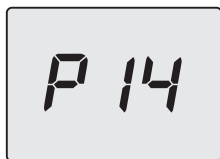

Figura 5.69
- Premere per 1 sec. il tasto 13 (Figura 5.65) per entrare nel parametro selezionato. Il display visualizzerà quanto segue (Figura 5.69).